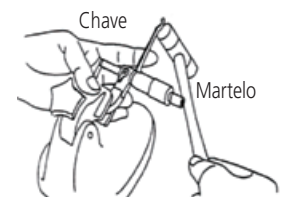

Fig. 1
- Se o ponto zero estiver fora, redefina-o girando a bainha com a chave, batendo na chave delicadamente com um pequeno martelo se necessário. **(Fig. 1)**